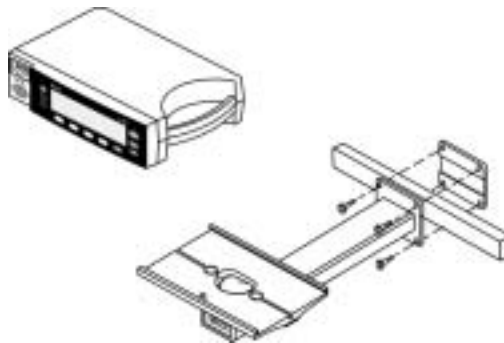

Figura 9: Montaje tipo GCX (montaje horizontal con adaptador de raíl)
- Montaje tipo GCX (montaje horizontal con adaptador de r  il). Véase la figura 9 en la p  gina 111.
El montaje horizontal en pared con adaptador de raíl se acopla a la placa de montaje GCX del pulsioxímetro N-595 tal como indica la figura 9 en la página 111. Para mayor información sobre cómo conectar el montaje horizontal en pared con adaptador de raíl, consulte las instrucciones ilustradas que se incluyen con él.